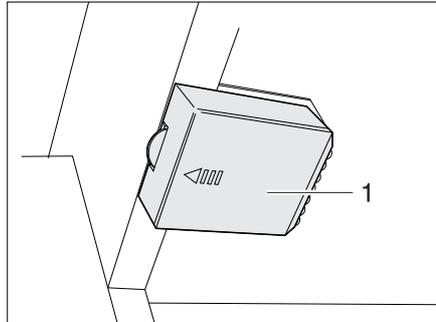

Bild 187 Kleiderschrankleuchte mit LED, Batteriefach geschlossen
- Deckel (Bild 187,1) in Pfeilrichtung aufschieben.